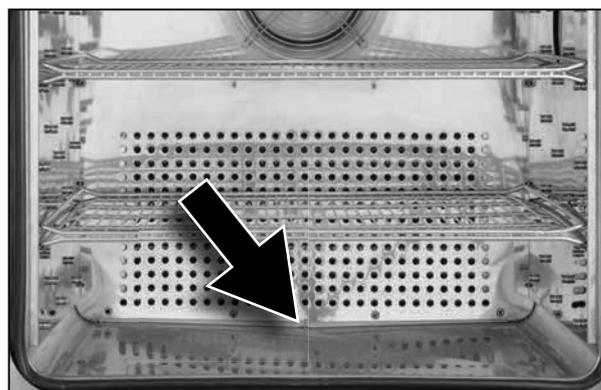

Fig. 37 Tubo di scarico dell'acqua di condensa
- ▶ Controllare che il tubo di scarico dell'acqua di condensa (Fig. 37) posto sulla parte posteriore della camera non sia ostruito ed eventualmente pulirlo.